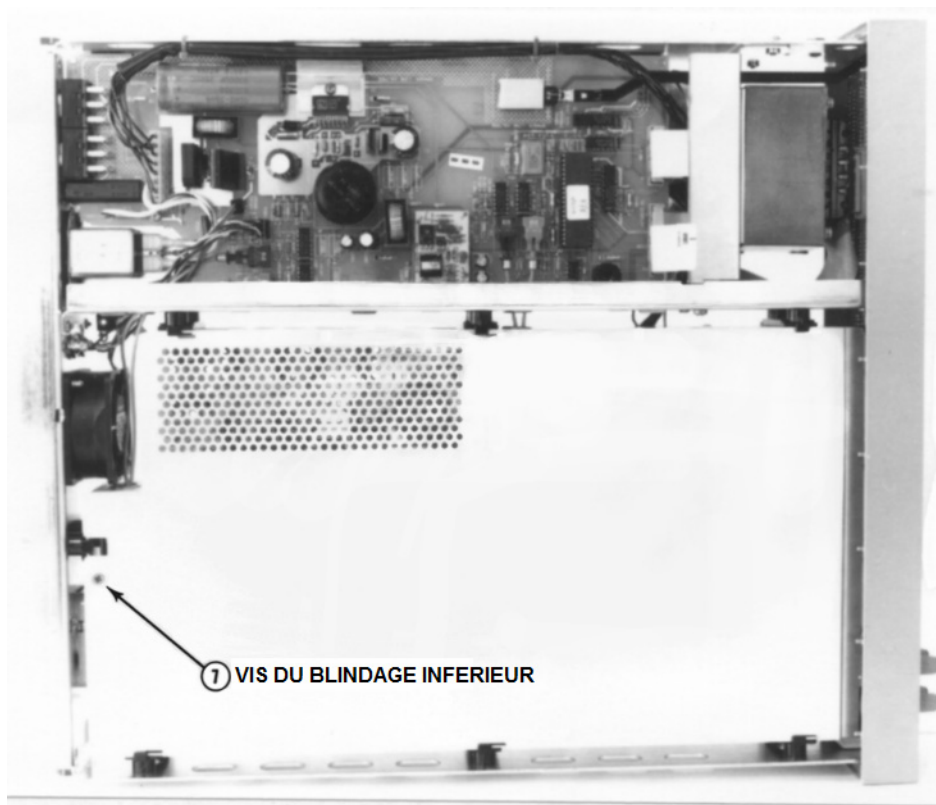

Figure C-5 Face inférieure du 3458A
- 1** Référez-vous à la **figure C-5**. A l'aide du tournevis Torx #TX10, enlevez la vis du blindage inférieur et retirez le blindage en le tirant vers l'arrière jusqu'à ce que les arrêts du blindage soient dans l'alignement des encoches du blindage. Retirez le blindage en le soulevant.
- 3** Référez-vous à la **figure C-5**. Remplacez le blindage. Alignez les encoches du blindage sur les arrêts puis poussez le blindage vers l'avant de l'instrument jusqu'à ce que les trous des vis soient dans l'alignement de celui du châssis. Réinstallez le blindage à l'aide d'un tournevis Torx #TX10.